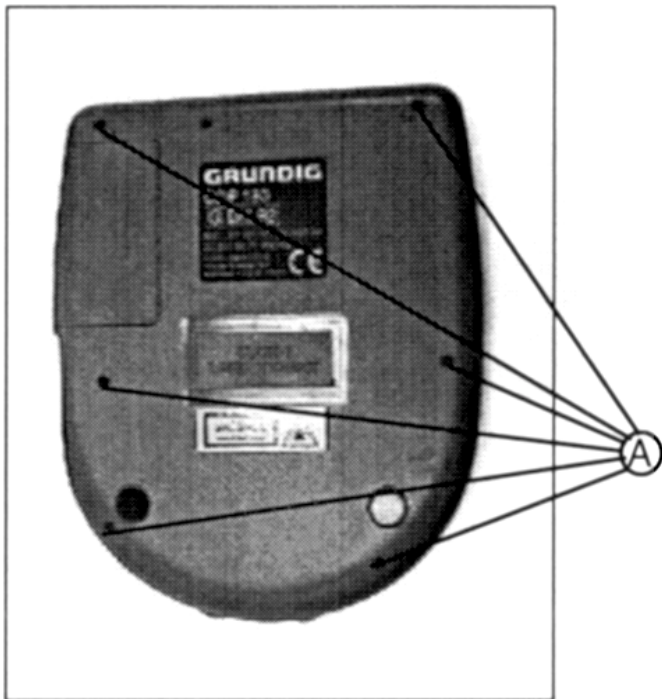

Fig. 1
- Undo 6 screws **(A)** (Fig. 1)